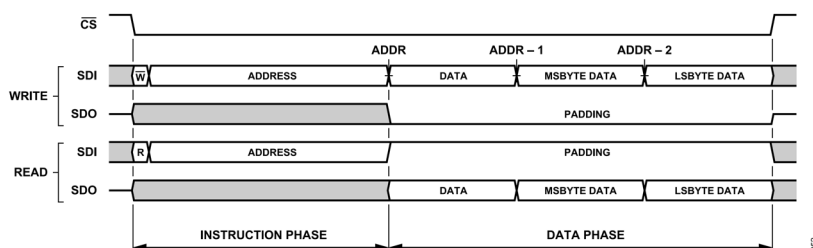
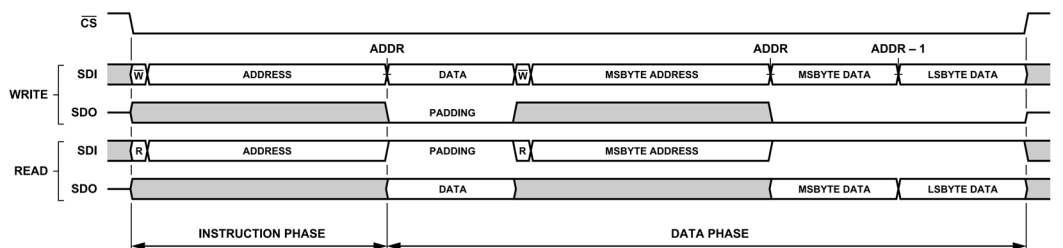
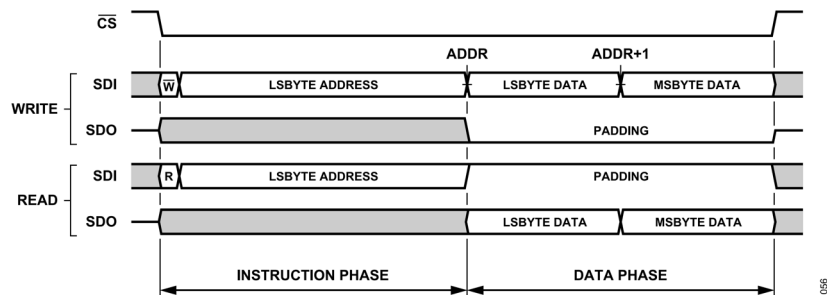

図 54. インターフェース・アクセスの例、インターフェースのデフォルト設定、ストリーミング・モード (ADDR_ASCENSION = 0)
図 55. インターフェース・アクセスの例、単一命令モード (SINGLE_INST = 1)、その他すべてのインターフェース・オプションのデフォルト
図 58. 単一命令フォーマット、ADDR_ASCENSION = 1 (インクリメント)、STRICT_REGISTER_ACCESS = 1 (イネーブル)
図 54 は、デフォルトのインターフェース設定を使用したシリアル・トランザクションの汎用 SPI フレーム・フォーマットを示しています。この例では、バイト幅レジスタとマルチバイト・レジスタで構成される設定レジスタ空間の一部がアクセスされます。バイト幅レジスタのアドレスは最上位アドレス (ADDRESS) にあり、マルチバイト・レジスタの最上位バイトはレジスタ・セグメントの最下位アドレスにあります。デフォルトでは、ADDR_ASCENSION プロパティは降順に設定されています。これは、最上位のレジスタのアドレスが命令フェーズ
単一命令モード (SINGLE_INST = 1) では、メモリ・アクセス・コントローラは、図 55 に示すように、所与の SPI フレーム内でアクセスされる各レジスタに対して伝送する命令フェーズを必要とします。このモードは、特定の SPI フレーム内でレジスタ空間の隣接していないセクションへのアクセスが必要な場合に便利です。ストリーミング・モードでは、一意のレジスタ・アクセスごとに新しい SPI フレームを開始することで、同じアクセスの柔軟性を実現できることに注意してください。
前のセクションで説明したように、アドレス・アセンション選択 (ADDR_ASCENSION) ビットは、ストリーミング・モード (SINGLE_INST=0) で AD4082 に伝送されるデータの各バイトに対して内部インターフェース・アドレス・ポインタがどのように更新されるかを決定します。単一命令モード (SINGLE_INST=1) を使用する場合、各レジスタは、図 55 に示されるように、それ自身の命令フェーズを通して直接アドレス指定され、したがって、アドレス・ポインタは更新されません。SINGLE_INST の設定にかかわらず、ADDR_ASCENSION ビットは、命令フェーズの開始アドレスの選択およびデータ・フェーズ・ペイロードのバイト順序に関して、SPI フレームのフォーマットに直接影響します。この影響については、厳密アクセス選択とマルチバイト・レジスタのセクションで詳しく説明します。これは、データ・フォーマットの多くがこのインターフェース設定の選択に依存しているためです。ADDR_ASCENSION 選択ビットは、インターフェース設定 A レジスタ (インターフェース設定 A レジスタのセクションを参照、アドレス 0x00) にあります。
この概念を拡張すると、STRICT_REGISTER_ACCESS = 1 の場合、データ転送の最初のエンティティとしてマルチバイト・レジスタにアクセスする SPI フレームは、命令ワードの開始アドレスを ADDR_ASCENSION 選択に対応するように正しく設定する必要があります。アドレス・カウンタが自動的にデクリメントする場合 (ADDR_ASCENSION = 0) は、そのマルチバイト・レジスタの最下位バイトのレジスタ・アドレスを先頭アドレスとし、逆に自動的にインクリメントする場合は、最上位バイトのレジスタ・アドレスを先頭アドレスとします。ADDR_ASCENSION が自動アドレス・デクリメント (0) から自動インクリメント (1) に変更された結果、図 54 と図 55 は、図 57 と図 58 に示すように変更され、データ・フェーズ・バイト順序および命令フェーズ・マルチバイト・レジスタ開始アドレスの変更に対応します。